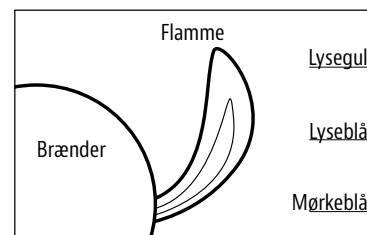

FIG. 3
9. Efter tænding skal du observere brænderflammen. Sørg for, at alle brænderporte er tændt, og at flammehøjden svarer til illustrationen **Fig. 3**. **BEMÆRK: Hver brænder tændes individuelt – gentag trin 5-9 for de andre brændere.**